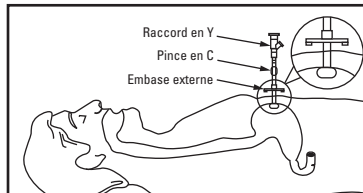

Figure 13
- Positionner la pince en C et le raccord en Y sur la sonde de GEP (figure 13).